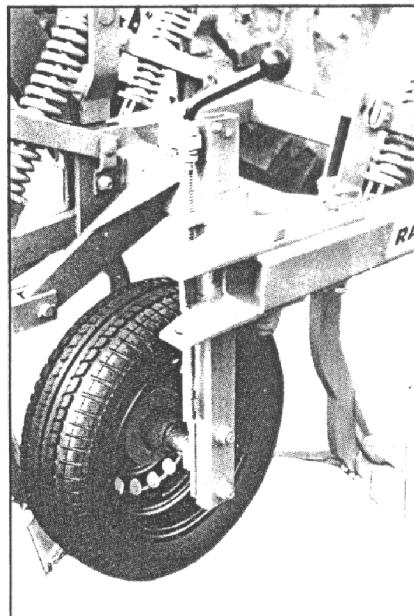

Fig.5
- beim 13-zinkigen Grubber die Radkonsolen schwenken (Abb. = Transportstellung, Fig. 5).
- am 13-zinkigen Grubber die Radkonsolen nach innen schwenken und feststecken - siehe Fig. 5.